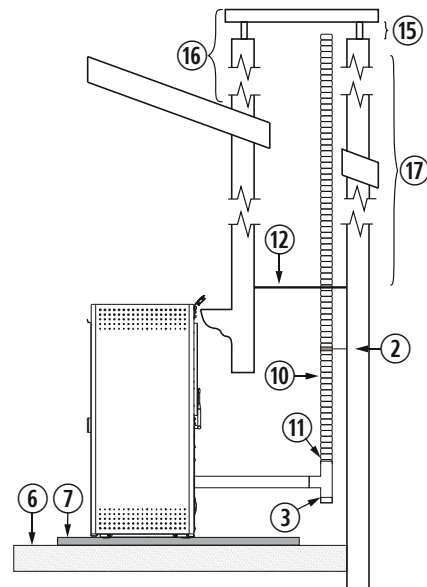

Figura 11
4.28. La instalación de un encastrable en una chimenea de obra se puede realizar en toda su totalidad en tubo flexible, tal y como indica la figura 11. Debemos tener especial cuidado a la hora de realizar el aislamiento entre la chimenea y el tubo de la salida de gases para evitar posibles retrocesos de gases en caso de tormenta.
②	Abrazadera de sujeción de acero inoxidable.
③	Te de 90° con registro.
⑥	Suelo de madera.
⑦	Protector del suelo no combustible.
⑩	Tubo flexible de acero inoxidable.
⑪	Manguito unión rígido a flexible.
⑫	Aislante anti retroceso.
⑮	Mínimo 200mm.
⑯	Debe sobrepasar 1 metro el tejado.
⑰	Mayor a 8m aumentaremos una medida.